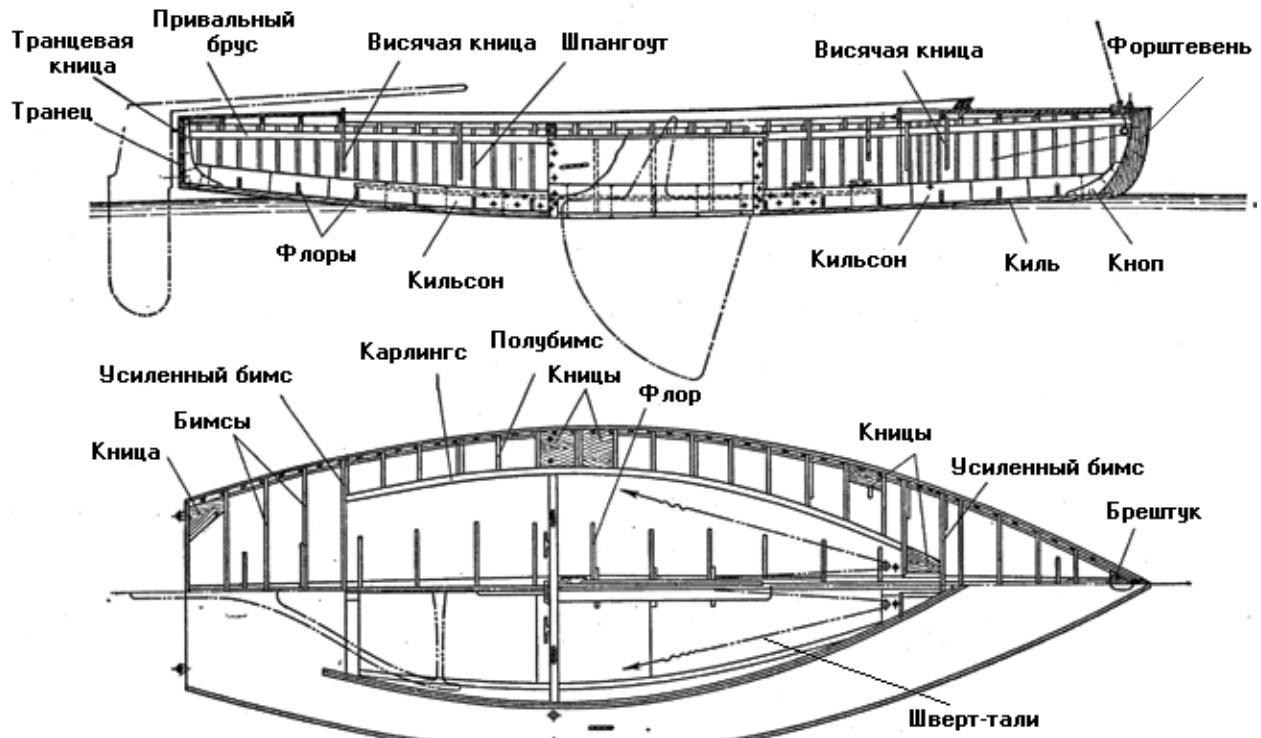

Рис. 26. Конструкция корпуса швертбота
Основное назначение **флоров** - скрепление ветвей шпангоутов, соединение их с килем и укрепление днищевой части обшивки. На флоры у швертботов и мелких кильевых яхт обычно кладутся слани. На некоторых швертботах поверх флоров вдоль киля кладется **кильсон**- продольный брус, дополнительно укрепляющий корпус в продольном направлении (**рис. 26**).
**Швертовый колодец** (см. рис. 26) имеет основание из двух досок, обычно дубовых, притянутых к килю болтами. Поверх основания набраны стенки из более тонких досок. Сзади и спереди колодец ограничен вертикальными стойками, к которым прикрепываются основание и стенки. По верхнему обрезу колодцаложен планширь. На него ложится резиновый буфер, надетый на болт рычага шверта и предохраняющий колодец от разрушения при ударе болта о планширь. Поперечную устойчивость колодца